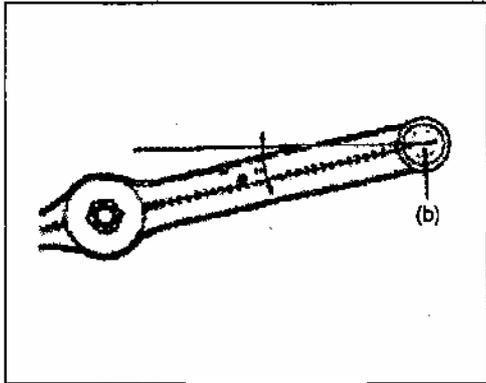

Рис. 532
- 3) Установите рычаг на корпус автомобиля, угол установки рычага "а" приведен ниже. Затяните болт рычага требуемым моментом (Рис. 532), "а":  $150 \pm 50$  градусов. Момент затяжки (b):65~79 Нм